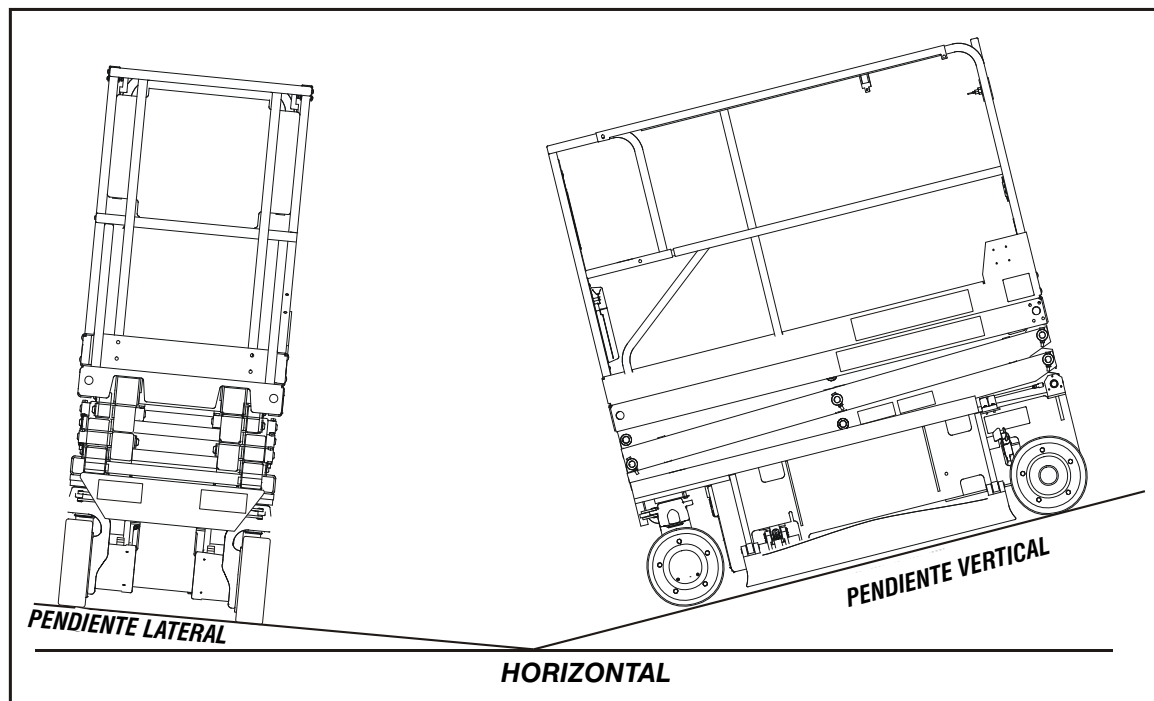

Figura 4-1. Pendientes verticales y laterales
**PARA EVITAR LA PÉRDIDA DEL CONTROL Y EL VUELCO DE LA MÁQUINA SOBRE CUESTAS Y PENDIENTES LATERALES, NO CONDUCIRLA SOBRE CUESTAS NI PENDIENTES LATERALES QUE EXCEDAN LOS LÍMITES ESPECIFICADOS. CONSULTAR LA FIGURA 4-1., PENDIENTES VERTICALES Y LATERALES.**